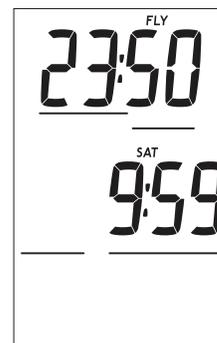

Fig. 7 - INTERDICTION DE VOL/DÉSATURATION (10 min après une plongée)
**Interdiction de vol/désaturation (Fly/Sat) : paramètres affichés (Fig. 7)**